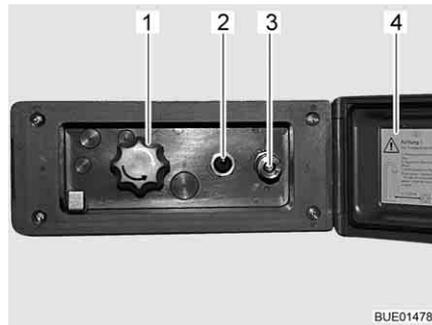

Fig. 110 Conexión de ducha exterior
- Desbloquear y abrir la tapa (Fig. 110,4).
- Conectar la manguera de la ducha exterior al cierre rápido (Fig. 110,3).
- Encender la bomba de agua con el interruptor (Fig. 110,2).
- Ajustar la temperatura del agua con el botón giratorio (Fig. 110,1) según se desee.
- Apagar la bomba de agua con el interruptor (Fig. 110,2).
- Cerrar la tapa (Fig. 110,4) y bloquearla con la llave.
- Poner el botón giratorio (Fig. 110,1) en la posición central.